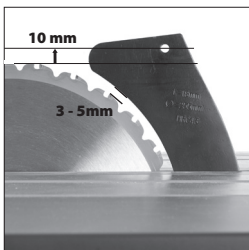

Fig. 16
- Ajustez le couteau fendeur afin qu'il se trouve à 3-5 mm de la lame de la scie. Le trou de fixation du carter de lame sur le couteau fendeur doit se trouver au moins 10 mm plus haut que le haut de la dent de scie. (**Fig. 16**).